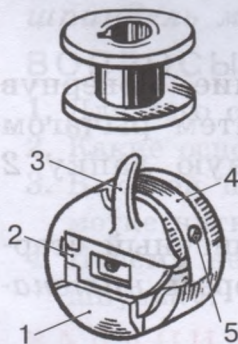
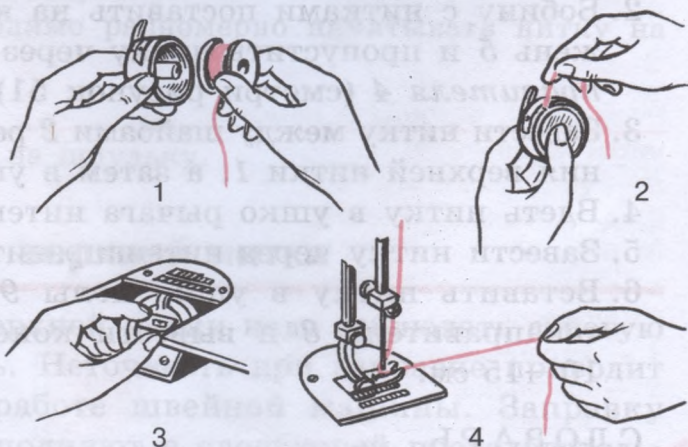

Рисунок 52.
Рисунок 53. Заправка нижней нитки
Для заправки нижней нитки служат шпулька и *шпульный колпачок* (рисунок 52). На шпульку наматывают нитку и вставляют её в шпульный колпачок. Заправку нижней нитки выполняют в следующей последовательности (рисунок 53):
2. Заправить нитку под *пластинчатую пружину* 4 шпульного колпачка (смотри рисунок 52), конец нитки должен быть длиной 10—15 см.